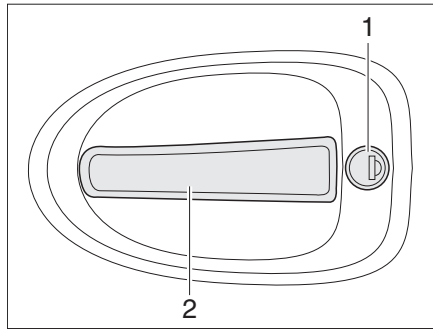

Fig. 42 Serrure de la porte chauffeur, à l'extérieur
- Insérer la clé dans le barillet (Fig. 42,1) et la tourner jusqu'à ce que la serrure de la porte soit déverrouillée.
- Tirer sur la poignée de la porte (Fig. 42,2). La porte est ouverte.
- Insérer la clé dans le barillet (Fig. 42,1) et la tourner jusqu'à ce que la serrure de la porte soit verrouillée.